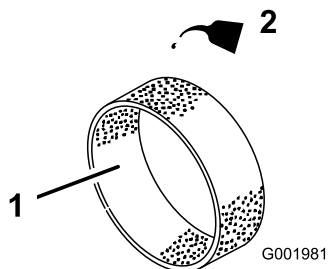

図 47
4. 乾いたら新しいエンジン・オイルを30～60cc含ませる（図 47）。